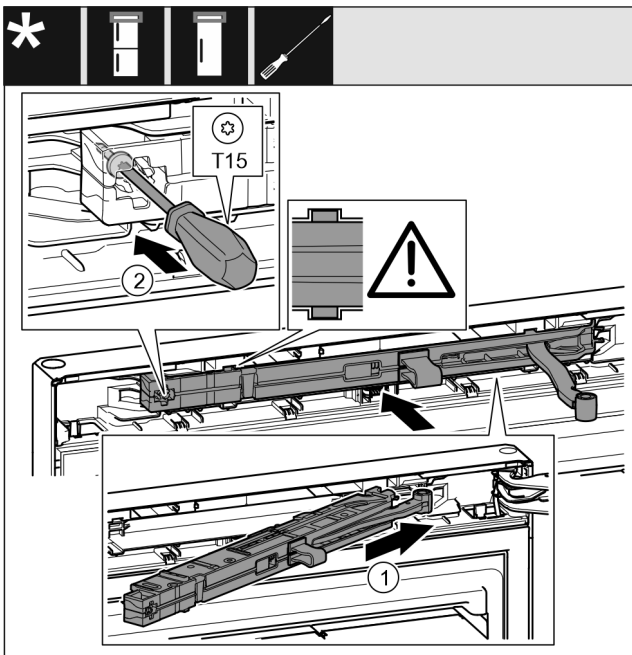

Fig. 49
- ▶ Enoto blažilnikov za zapiranje vrat na strani ležajnega podstavka potisnite v odprtino do prislona. *Fig. 49 (1)*
- ▶ Trdno privijte vijak z izvijačem T15. *Fig. 49 (2)*